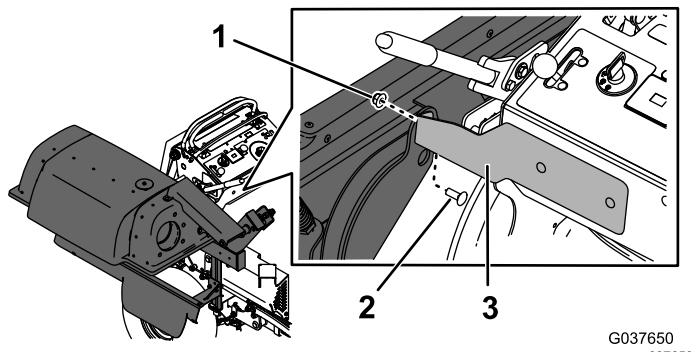

Figure 16
- Fixez le cadre du système de ramassage au support de montage avant à l'aide d'un boulon de carrosserie ($\frac{3}{8}$ " x 1") et d'un écrou ($\frac{3}{8}"), comme montré à la Figure 16.$